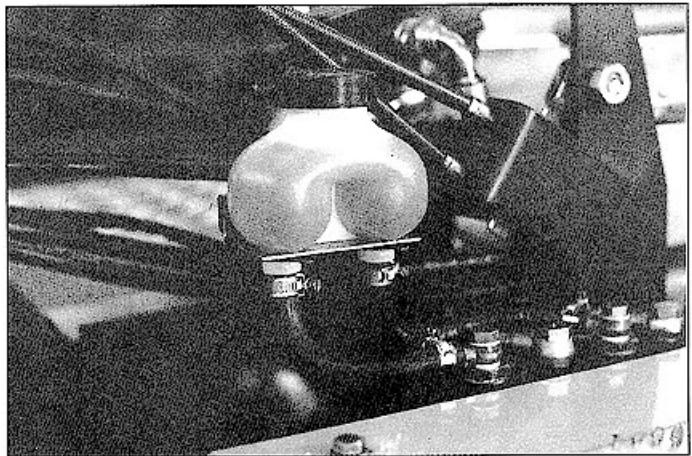

Fig. 4
- Controlar el nivel del aceite de los frenos - Fig. 4. El recipiente se encuentra debajo del asiento.
Comprobar cada 4 horas el nivel del líquido de los frenos en el recipiente situado encima de la bomba - Fig. 4. De ser necesario, añadir líquido para frenos. Controlar periódicamente el sistema de frenos para comprobar que no hay pérdidas.